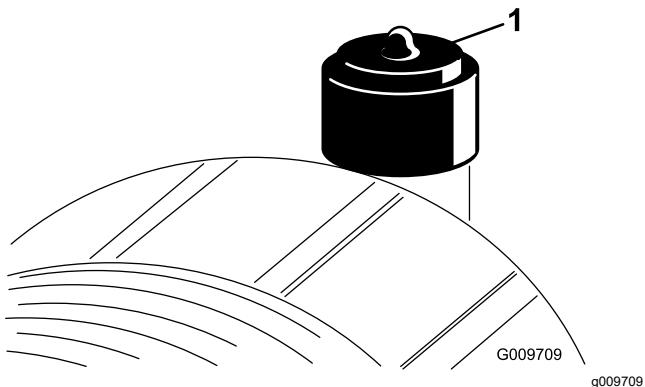

Figura 69
Faça a manutenção ao filtro de ar apenas quando o indicador de serviço (Figura 69) o exigir. Mudar o filtro de ar antes de ser necessário apenas aumenta a possibilidade de entrar sujidade no motor quando se retira o filtro.
6. Reinicie o indicador (Figura 69) se este se apresentar vermelho.